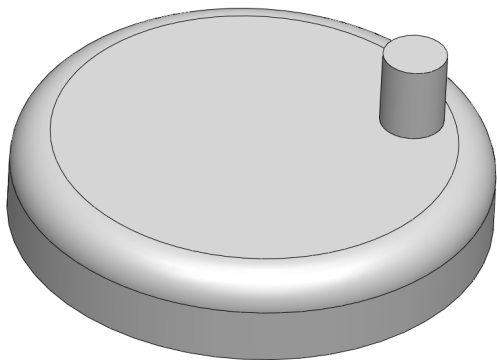

图 15-7 创建圆角特征
(7) 单击【确定】按钮, 即可创建圆角特征, 如图 15-7 所示。